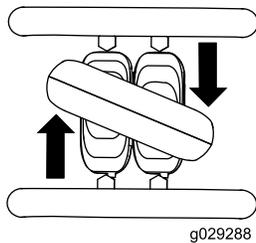

Рисунок 9
- Чтобы повернуть направо, поверните орган управления тягой по часовой стрелке (Рисунок 9).